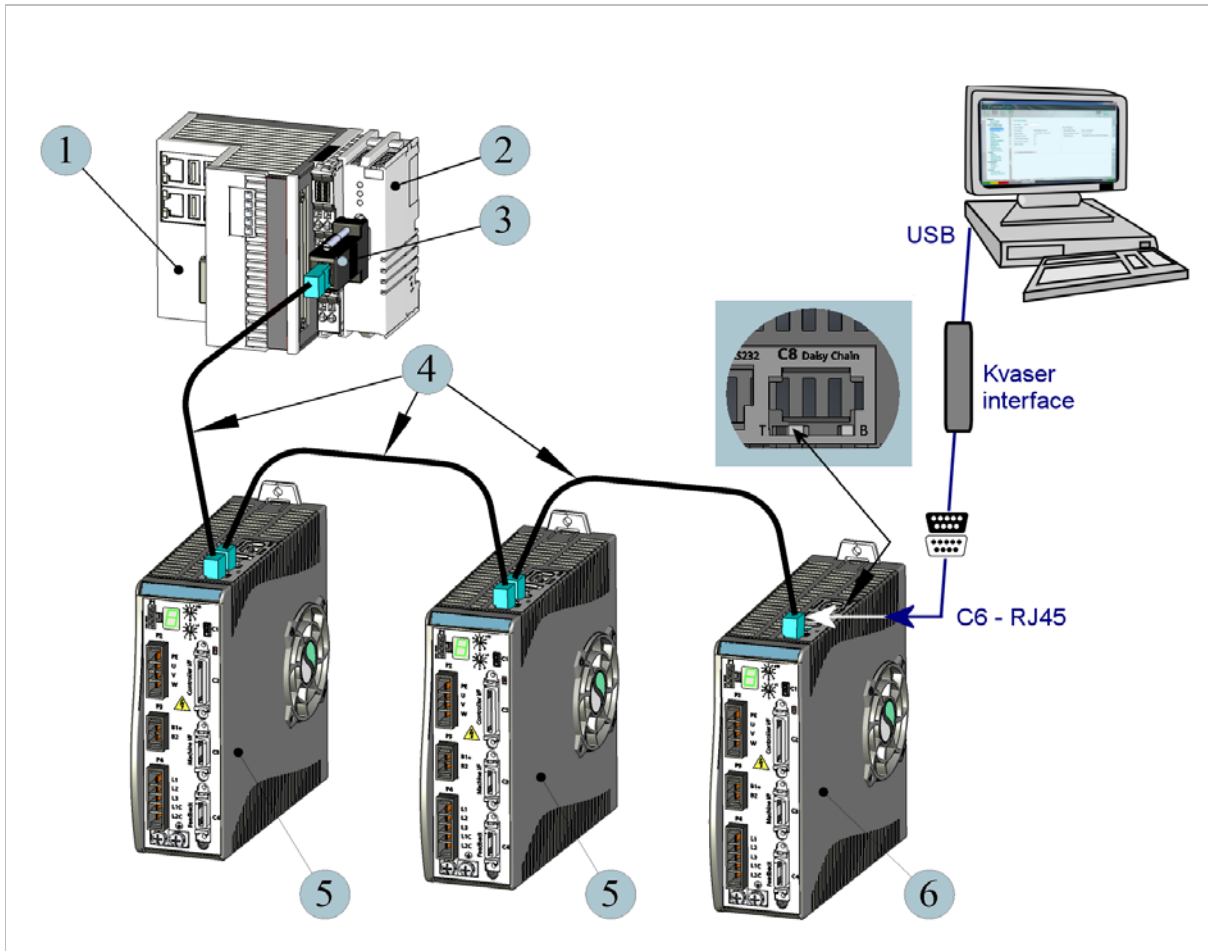

图 3-7. CAN 连接示意图 (使用 Kvaser 接口转换器)
- 如图 3-7 所示，Kvaser 接口转换器可使电脑与 CANopen 型 CDHD 建立通讯连接。